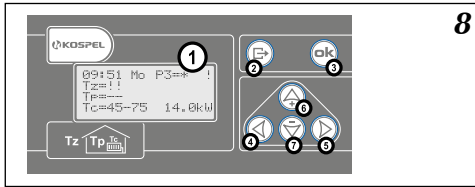

Figure 8 Tableau de commande
Sur la façade de la chaudière se trouve le tableau de commande (fig. 8). Le tableau permet de modifier les différents paramètres et de visualiser les différentes valeurs de fonctionnement.
Un clavier avec 6 touches permet de changer les différents paramètres de la chaudière et d'accéder aux différents menus (fig. 8). Selon la page actuellement affiche le rôle des touches peuvent être différentes, cette rôle est expliquée dans chaque page. La régulation revient automatiquement à l'affichage de base 30 secondes après le dernier appui sur une touche. Quand un tel retour est réalisé, le rétro-éclairage s'éteint, il se met en marche automatiquement chaque fois qu'une touche est pressée. Bouton (E) (sortie) – permet de sortir des paramètres ou de revenir à l'affichage de base. De page de base avec les touches du clavier nous pouvons passer aux pages suivantes: